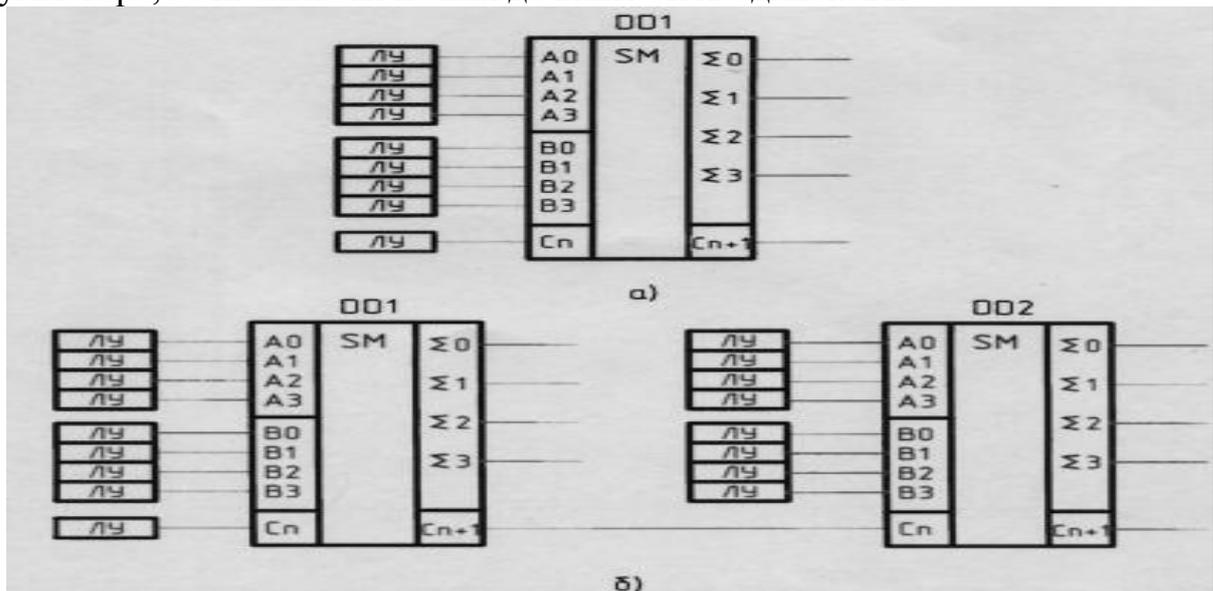

Рис. 1. Исследование работы четырехразрядного двоичного комбинационного сумматора К155ИМЗ (а) и построение на его базе восьмиразрядного сумматора (б)
- сложите с помощью сумматора (рис.1, а) два четырехразрядных двоичных числа: **0101** и **0110**,
- а с помощью сумматора (рис.1, б) два восьмиразрядных двоичных числа, заданных преподавателем, например **01101010** и **00100101**;
- в схеме на рис.1, б к одному выходу ЛУ можно подключать два входа сумматора, если сигналы на них должны быть одинаковые.